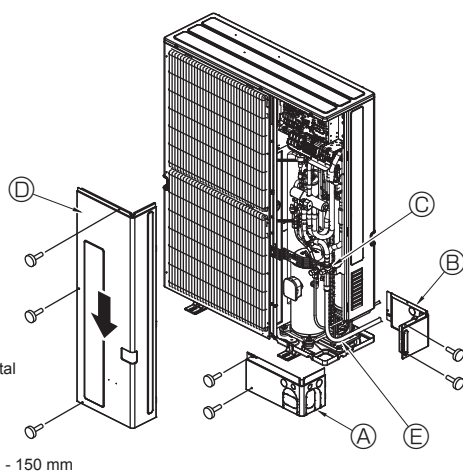

Fig. 4-7
4.5. Tubagem de refrigerante (Fig. 4-7)